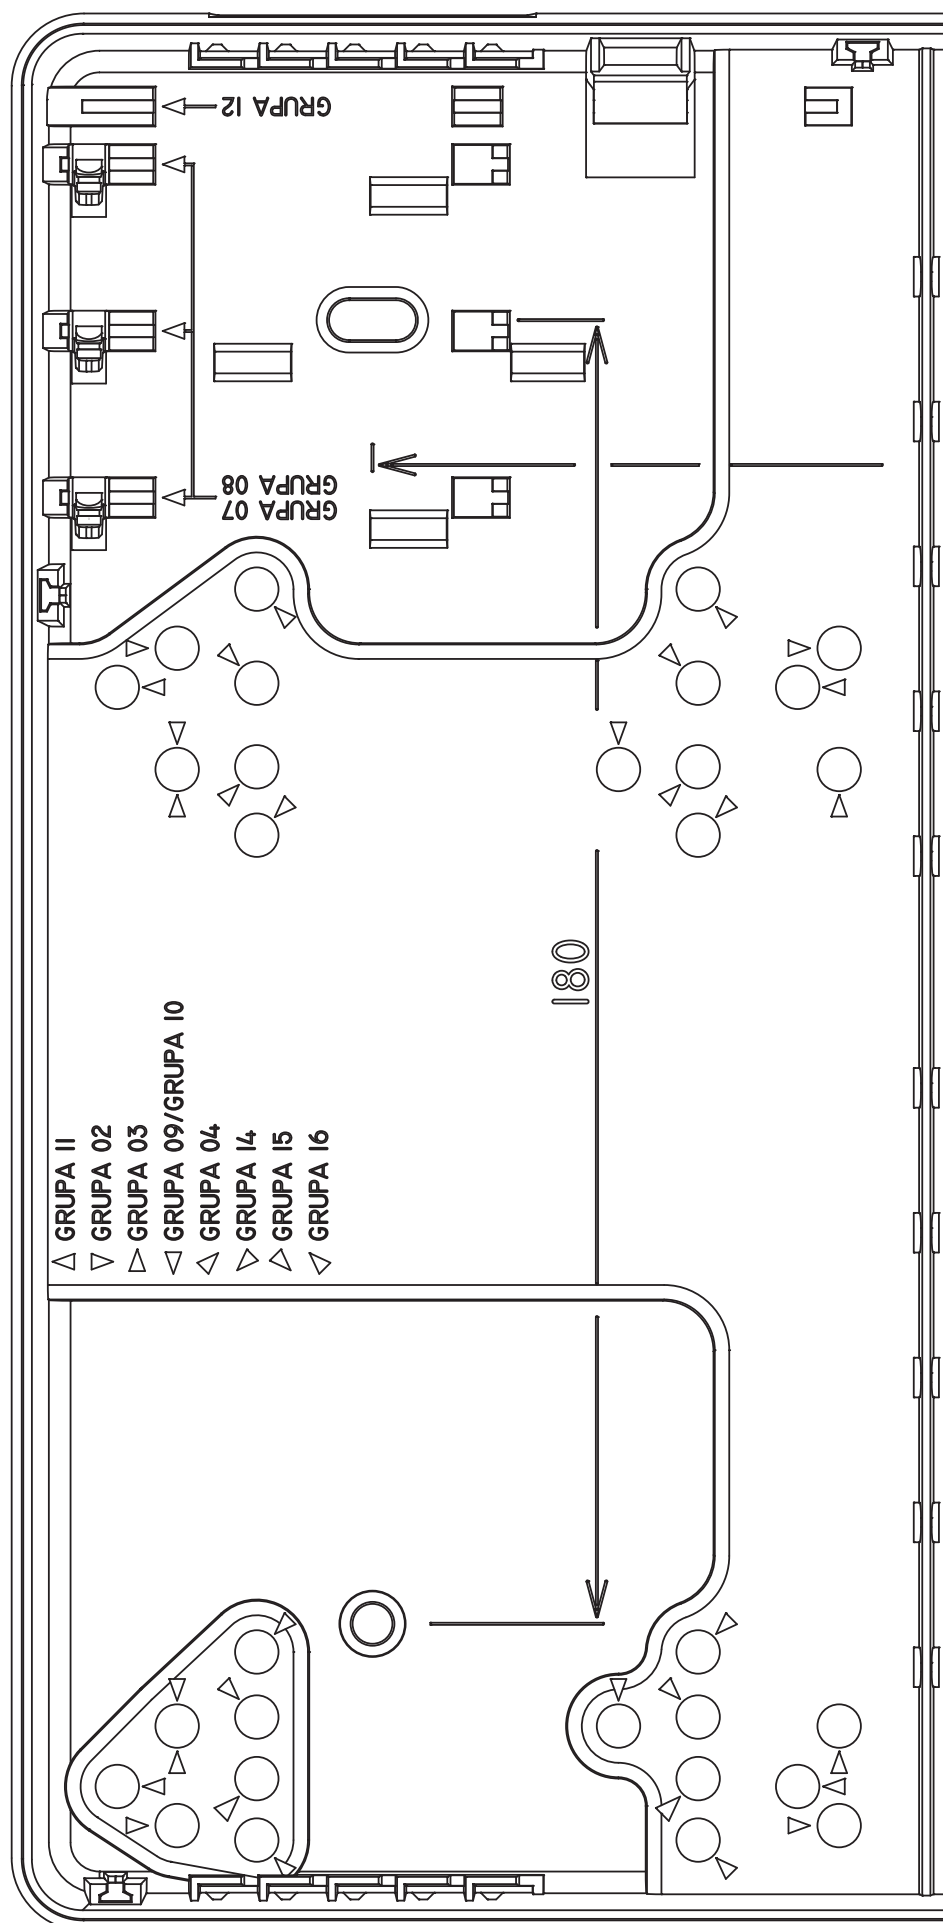

Рисунок 1. Вид части корпуса с местом для установки модулей.
Таблица 1. Устройства, устанавливаемые в корпус OPU-4 P и OPU-4 PW (см. рис. 1).
- В соответствующие отверстия основания вставьте пластмассовые шпильки для крепления платы электроники (метки облегчают выбор соответствующих отверстий – см. рисунок 1 и таблица 1).